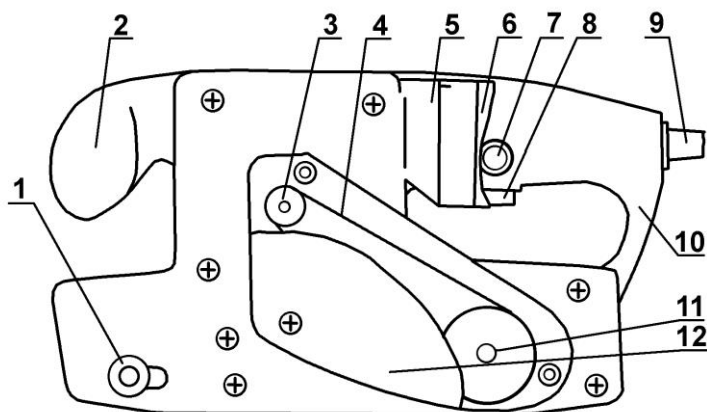

Рис. 1 Внешний вид машины
4.1. Машина (Рис. 1) состоит из следующих основных частей: электродвигателя, узла перемещения шлифовальной ленты, подложки и рукоятки.
4.4. Регулировка продольного положения ленты осуществляется вращением рукоятки поз.1 (Рис. 1).